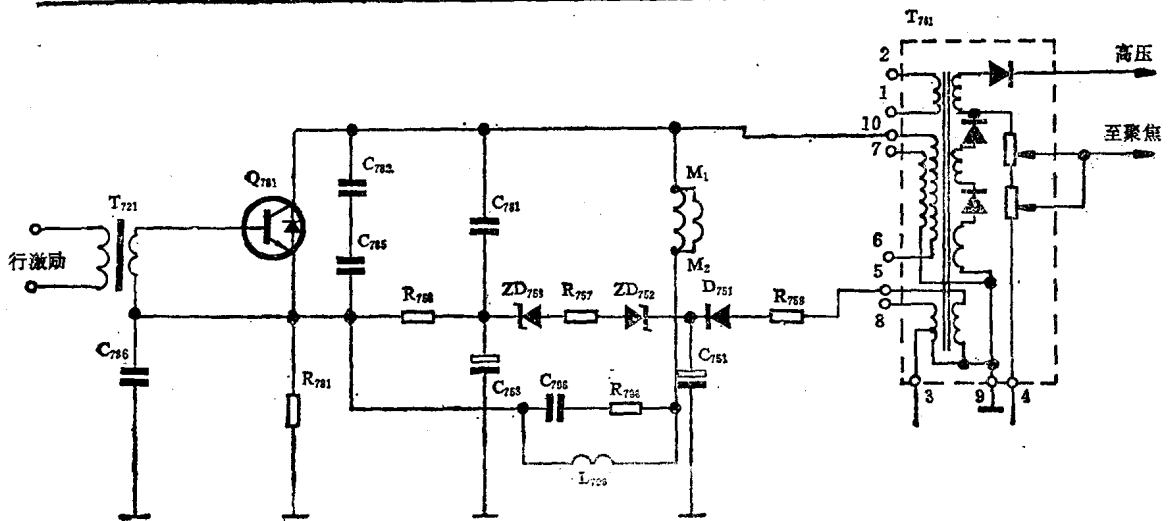

图1
该机属NP84C机型。接通电视机电源的瞬间，机内发出“吱”的一声后，电视机无光栅，无伴音。这一现象说明机内有短路故障。是由于机内过流和过压保护电路工作所致，故障在电源电路或扫描电路。检查电源电路，测量116V输出为0V，再测量 Q_{801} 的c极有整流后的290V左右的脉动直流电压，说明整流电路工作正常，稳压电路或负载电路有故障。而负载电路的故障最大的可能性是行扫描电路。检查图1所示行扫描电路，行输出管 Q_{781} 、逆程电容 C_{781} 、 C_{782} 、 C_{783} 等均是好的。测量行输出管集电极对地电阻为 3.2Ω 左右(正常值为 22Ω)，断开行输出变压器⑩脚后，测量行输出管集电极对地电阻为无穷大，怀疑行输出变压器 T_{761} 初级局部短路，用三用表测量 T_{761} 各脚对地直流电阻(正常值见表1)均不正常，更换一只新的行输出变压器后，机器恢复正常，故障排除。